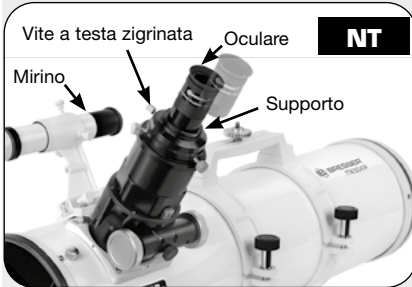
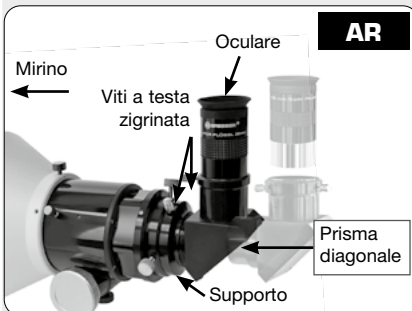

Fig. 10a: Inserire l'oculare nel supporto e serrare le viti a testa zigrinata.
Fig. 10b: Inserire l'oculare nel prisma diagonale e serrare le viti a testa zigrinata.
10. Inserire l'oculare: Modelli NT (Fig. 10a): Sollevare e rimuovere il cappuccio antipolvere dal portaoculare sul gruppo foccheggiatore. Mettere da parte il cappuccio antipolvere in un luogo sicuro e rimetterlo al termine delle osservazioni per proteggere il gruppo oculare. Allentare le viti a testa zigrinata dell'oculare (1, Fig. 1a) e inserire l'oculare da 25 mm in dotazione (3, Fig. 1a) nel portaoculare. Serrare finché non si incontra resistenza le viti a testa zigrinata del supporto, in modo da fissare l'oculare. Modelli AR (fig. 10b): Sollevare e rimuovere il cappuccio antipolvere dal portaoculare sul gruppo foccheggiatore. Mettere da parte il cappuccio antipolvere in un luogo sicuro e rimetterlo al termine delle osservazioni per proteggere il gruppo oculare. Allentare le viti a testa zigrinata dell'oculare (1, Fig. 1b), far scorrere il prisma diagonale nel supporto e serrare le viti a testa zigrinata finché non si incontra resistenza. Inserire l'oculare da 25 mm in dotazione (3, Fig. 1b) nel prisma diagonale. Serrare finché non si incontra resistenza le viti a testa zigrinata del prisma in modo da fissare l'oculare.